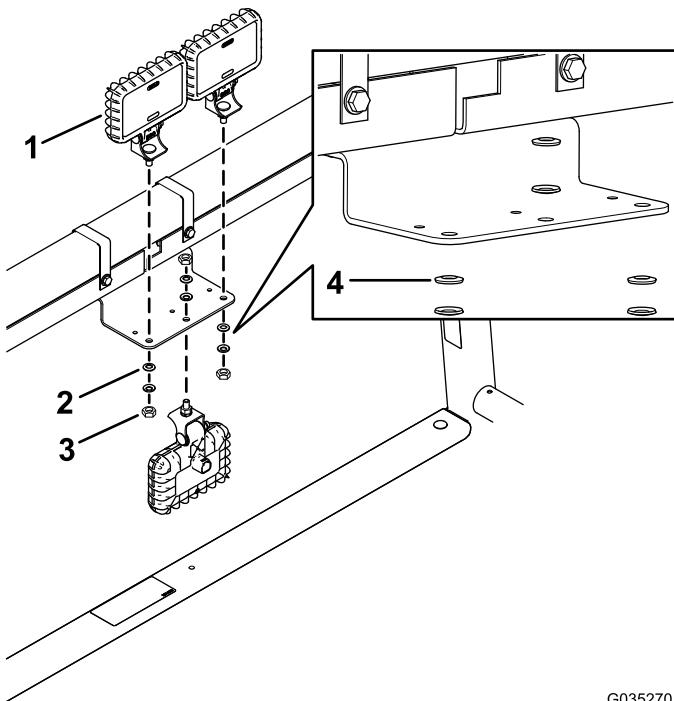

Рисунок 5
3. Установите три светодиодных рабочих осветительных прибора на кронштейн рабочего освещения с помощью трех фланцевых гаек (которые уже установлены на светодиодных рабочих осветительных приборах) и 6 пружинных шайб (Рисунок 5).
Примечание: Убедитесь в том, что каждая пружинная шайба расположена таким образом, что выпуклая сторона направлена в сторону фланцевой гайки, как показано на Рисунок 5.